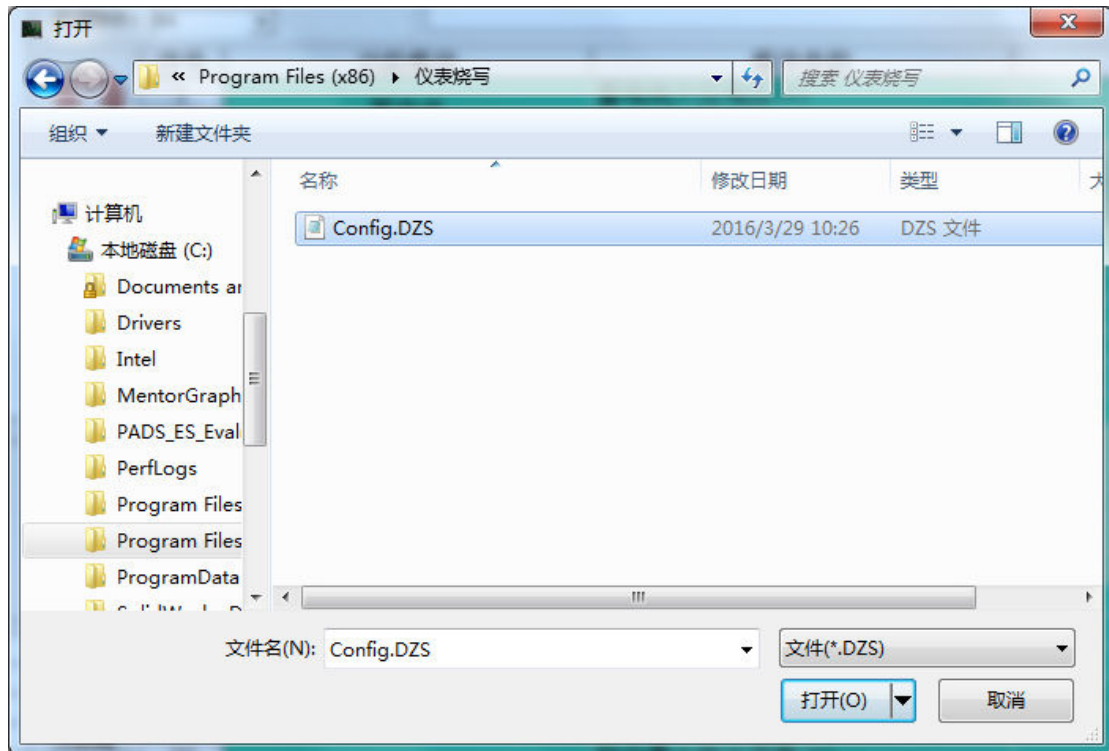
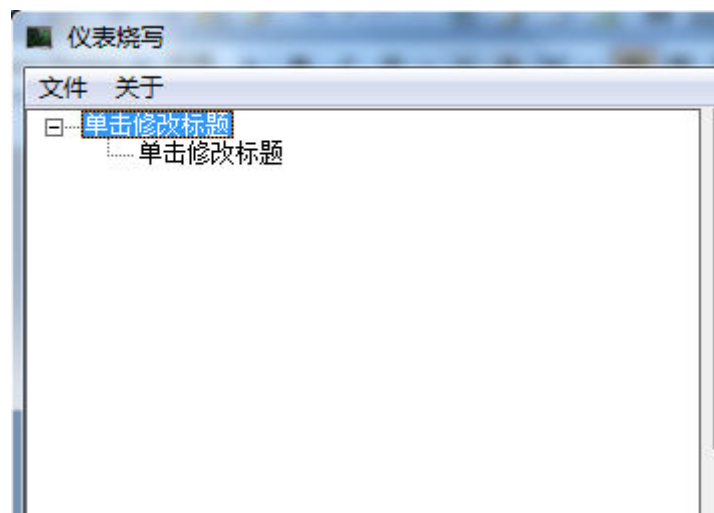

图 9
图 10
1. 选择 文件-打开工程 菜单，弹出选择工程文件对话框，选择之前保存的工程文件，见图 9，打开后见图 10。